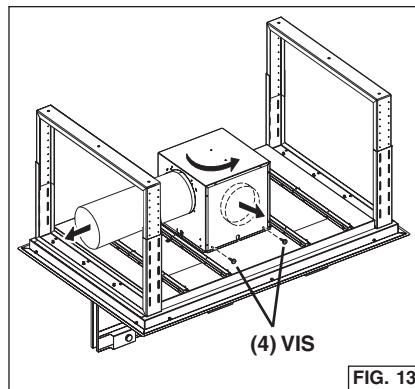
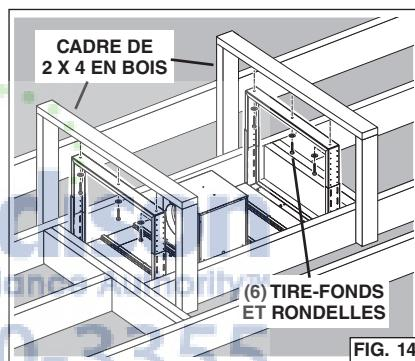

FIG. 13
FIG. 14
2. Pour modifier la direction du conduit sans utiliser de coudes, voir Fig. 13 :
- Enlevez (2) vis à l'intérieur du boîtier du ventilateur.
- Enlevez (4) des côtés du boîtier du ventilateur.
- Enlevez le ventilateur, tournez-le de 90 degrés et reposez les (4) vis.
4. Fixez chaque cadre de soutien de la hotte à la charpente de bois à l'aide des (6) tire-fonds de 6 x 70 mm et rondelles fournies, Fig. 14.